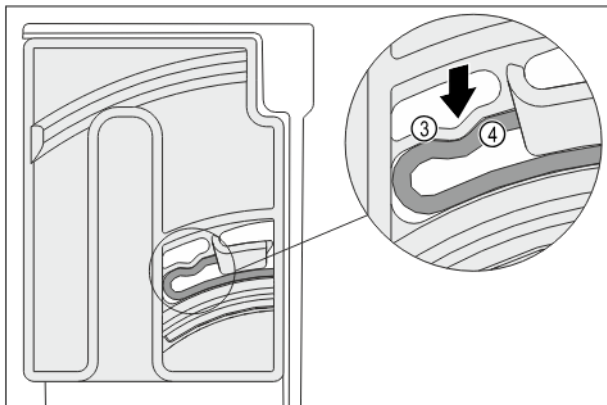

Fig. 138
- Element elastyczny Fig. 138 (3) pokrętła zatrzymuje się słyszalnie na zaokrągleniu krawędzi Fig. 138 (4).